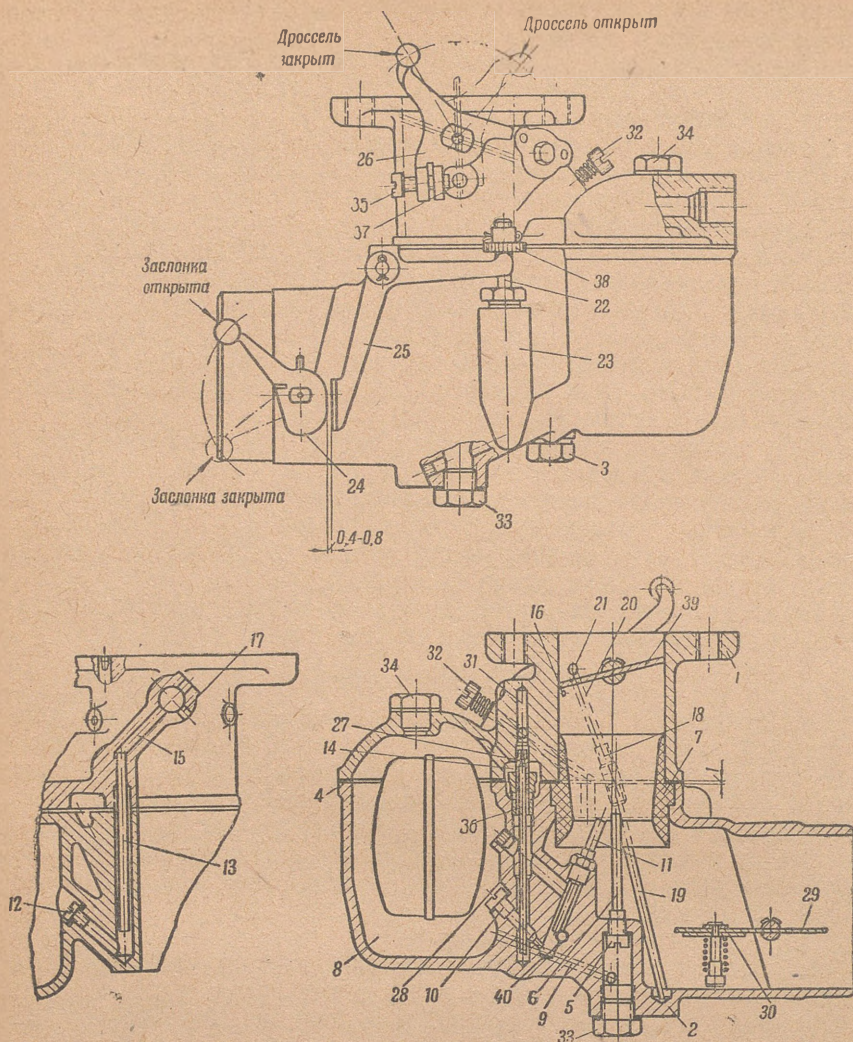
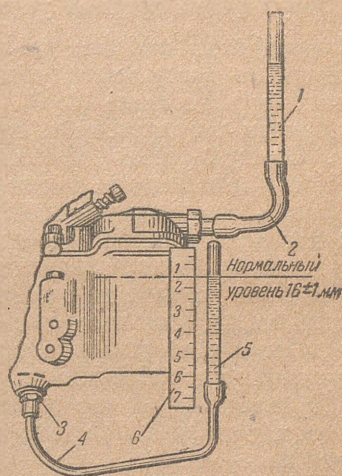

Рис. 76. Карбюратор М-1, установленный на двигателях ГАЗ-202:
Рис. 79. Проверка уровня бензина в поплавковой камере:
Чугунный корпус карбюратора (рис. 76) состоит из 2 частей — верхней 1 и нижней 2, с горизонтальной плоскостью разъёма, соединённых болтом 3. Плотность соединения частей корпуса обеспечивается прокладкой 4.
Очистка поплавковой камеры производится после снятия нижней части карбюратора 2 (рис. 76) с верхней его части 1. Для этого надо сначала отнять воздушную трубу, снять тягу управления воздушной заслонкой и вывернуть соединительный болт 3 — нижняя часть карбюратора с поплавковой камерой, диффузором, воздушной заслонкой и прочими деталями окажется отделённой от верхней.
1. Отнять бензиновую трубку, идущую от насоса, и вместо неё с помощью резинового шланга 2 (рис. 79) поставить стеклянную трубку 1.
2. Вместо пробки главного жиклёра 33 (рис. 76) вернуть штуцер 3 (рис. 79) с резиновым шлангом 4 и стеклянной трубкой 5. Трубку 5 и линейку 6 расположить, как показано на рис. 79.
4. Снять карбюратор и вывинтить болт 3 (рис. 76); отделить верхнюю часть его от нижней.